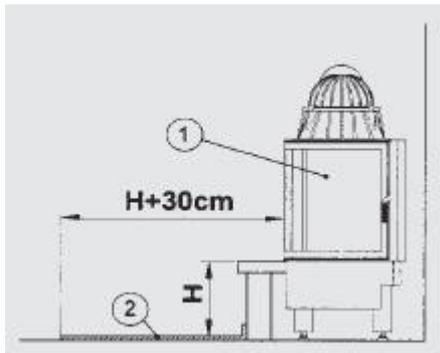
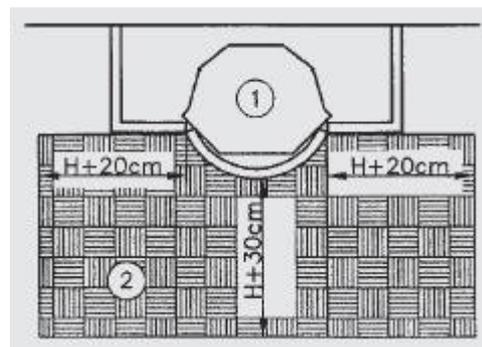

Рисунок 1.
Рисунок 2.
4. Установите на штифты ножек основания (поз. 1,2,3,4) блоки 1-го ряда (левый, задний правый и передние блоки поз. 5, 6, 7, 8, 9) и отрегулируйте расстояние между ножками с учетом размеров блоков. Отрегулируйте зазоры между стенками топки и внутренней стороной блоков облицовки так, чтобы зазоры спереди, сзади и с боков были одинаковыми. При необходимости, передвигайте детали 1-го ряда вместе с ножками основания. Скрепите задние, боковые, передние блоки первого ряда п-образной скобой (поз. 10,11,12), вставив ее в верхние пазы блоков. (рис. 1)
5. Установите блоки 2-го ряда (левый, задний, правый, передний – поз. 13,14,15,16) так, чтобы в нижние пазы блоков попали верхние части п-образных скоб 1-го ряда (поз. 10, 11, 12). Скрепите задний передний и боковые блоки ряда п-образной скобой (поз. 17, 18), вставив ее в верхние пазы блоков 2-го ряда. (рис. 2)
6. Установите блоки 3-го ряда ( поз. 19, 20, 21, 22) так, чтобы в нижние пазы блоков попали верхние части п-образных скоб 2-го ряда. Скрепите передний, задний и боковые блоки ряда п-образными скобами (поз. 23, 24), вставьте их в верхние пазы блоков. (рис.2)
7. Установите на штифты передних ножек основания (рис. 1) передние уголки (правый и левый – поз. 25, 26) и скрепите их с боковыми блоками 3- го ряда п-образными скобами (рис. 2), вставив их в верхние пазы плит. Установите на штифты задних ножек основания (рис. 2) задние уголки (правый и левый – поз. 27, 28) и скрепите их с боковыми блоками 3- го ряда п-образными скобками (рис. 2), вставив их в верхние пазы плит.